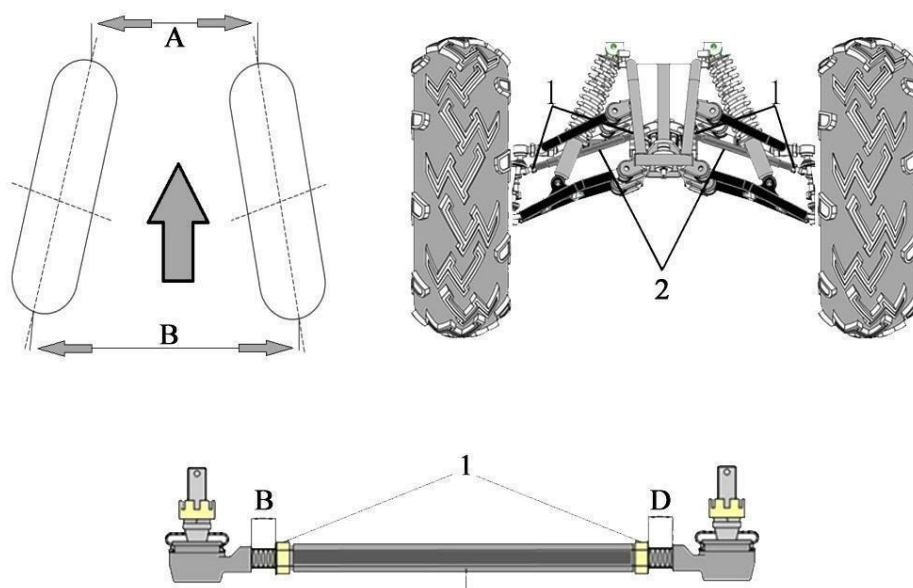

Рис. 7 Регулировка схождения
2. Ослабьте контргайки на концах рулевой тяги (рис.7 поз.1).
3. Влево и вправо следует повернуть одинаковое количество оборотов (рис.7 поз.2) до достижения указанного схождения. Это необходимо для того, чтобы длина рулевых тяг была одинаковой.